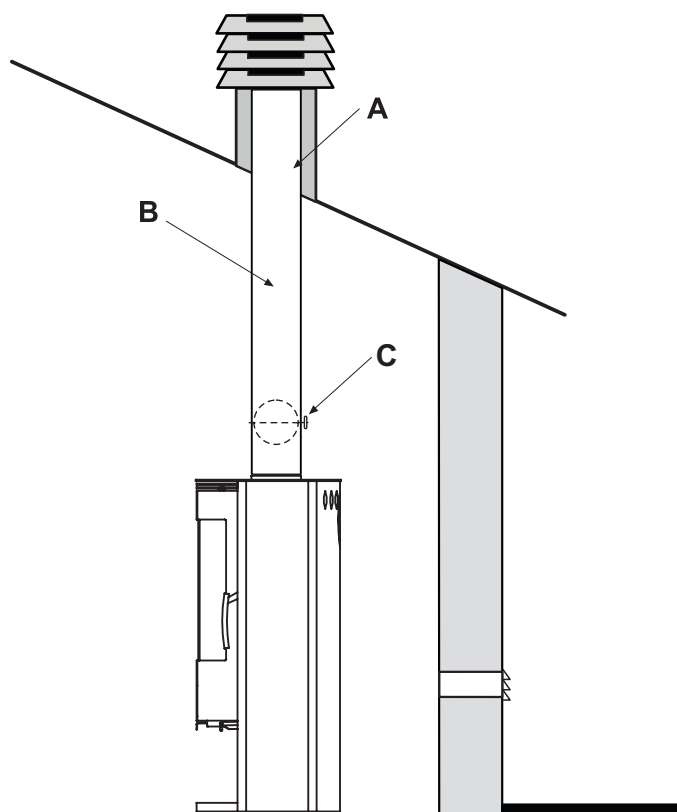

Fig. 5.5.2
- **En cas de conduit de cheminée présentant une large section, il est nécessaire de « l'intuber »** avec une canalisation en acier (le diamètre étant fonction du parcours), isolée de manière appropriée (Fig. 5.5.2).
Il est opportun d'installer un dispositif (C Fig. 5.5.2) de réglage du tirage dans le canal de fumée.
- **En caso de cañón con sección mayor, es necesario “entubar”** el cañón con una tubería de acero (de diámetro en función del recorrido) oportunamente aislada (Fig. 5.5.2).
Es oportuno instalar un dispositivo (C Fig. 5.5.2) de regulación del tiro en el canal de humos.